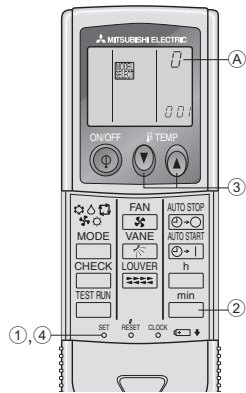

Fig. 6-9
3) Opération de réglage de numéro pair pour la télécommande sans fil infrarouge (Fig. 6-9)
① Numéro pair de la télécommande sans fil infrarouge	Carte à circuit imprimé intérieure